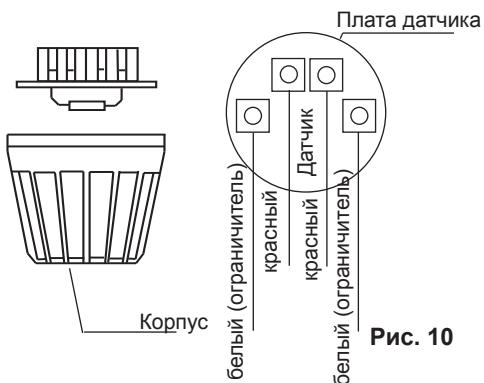

Рис. 10
3. Проденьте проводку датчика через отверстие и закройте проводку датчика согласно рис. 10.
4. Проводку ограничителя (белая) и датчик температуры (красный) подключите на клеммы платы датчика согласно рис. 10. После этого вставьте до щелча плату датчика в корпус.